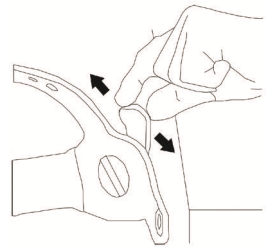

рис. 6
6.2 На боковой стороне маски находятся фиксированные отверстия. Настройте угол поля зрения путем регулировки положения фиксатора в отверстиях (рис. 6).